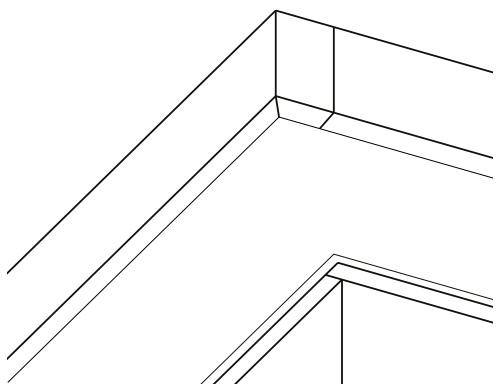

Рис. 11
- Согните J-фаску по линии, чтобы обрезанный под 45° край нижней полки был снаружи. Короткий край планки не крепится к обрешетке, он прижимается к лобовой доске следующей планкой при стыковке (рис. 11).